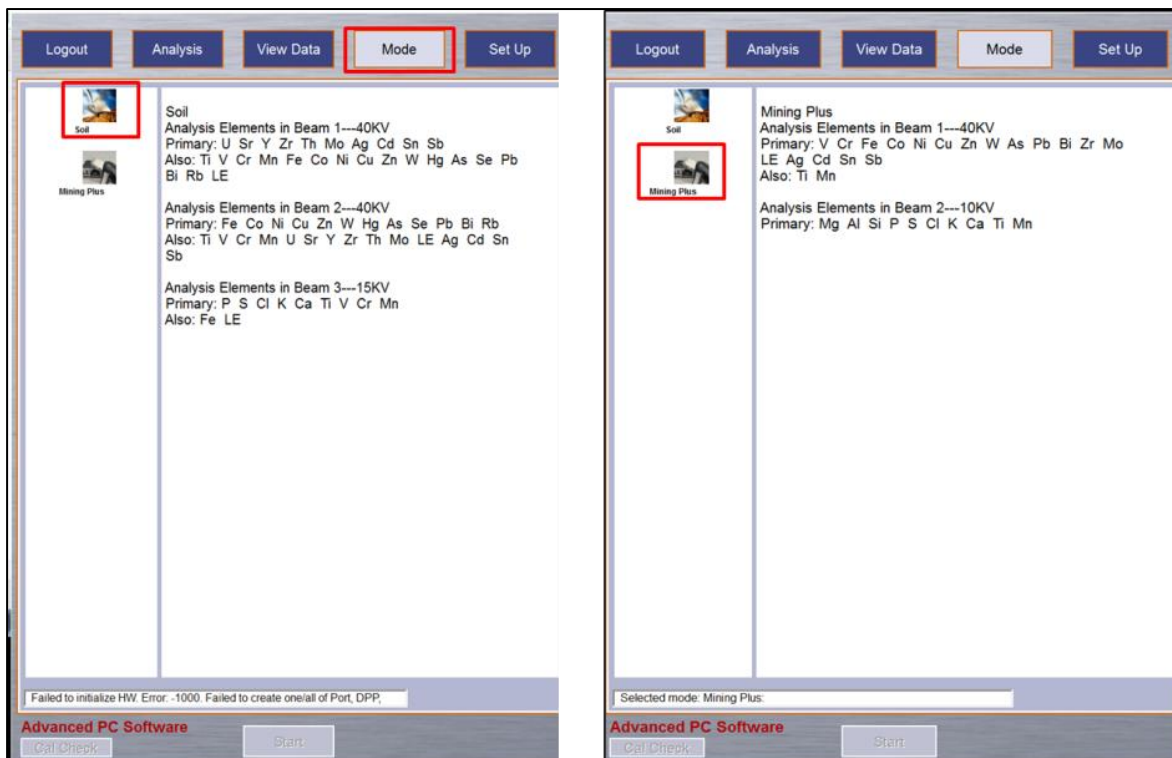

Figura 23 – Imagem mostrando a tela para escolha do modo de análise.
- Antes da leitura selecione o modo de análise desejado (*Mining* ou *Soil*), clicando na janela *Mode* (Figura 23) para escolher o modo de análise (*Mining* ou *Soil*). Quando selecionar o modo de análise vai aparecer os elementos analisados em cada feixe (*Beam 1, 2 e 3*) (Figura 23).